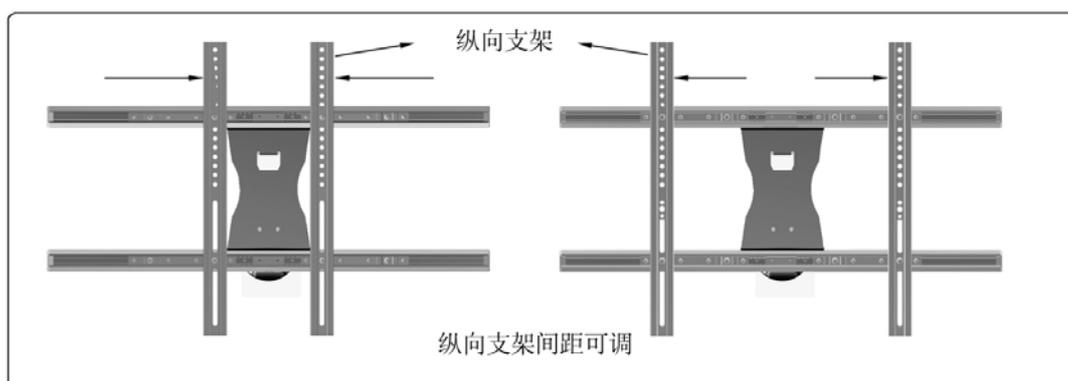

图 3-2
- 在纵向支架朝里安装时，他们之间距离可以在 200-550mm 之间变动（如图 3-2）。